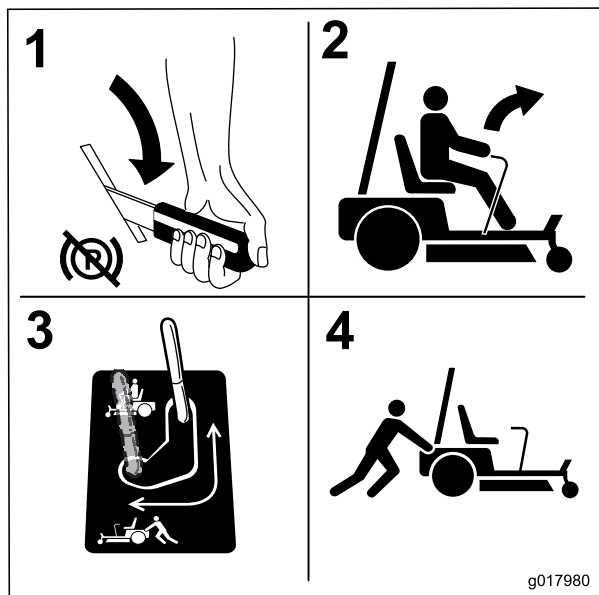

Figure 32
5. Amenez les leviers de dérivation en arrière, puis abaissez-les pour les bloquer en place comme montré à la Figure 32 et désengager les moteurs de roues.
Placez la dérivation à la position voulue pour utiliser la machine (Figure 32) et engagez les moteurs des roues.